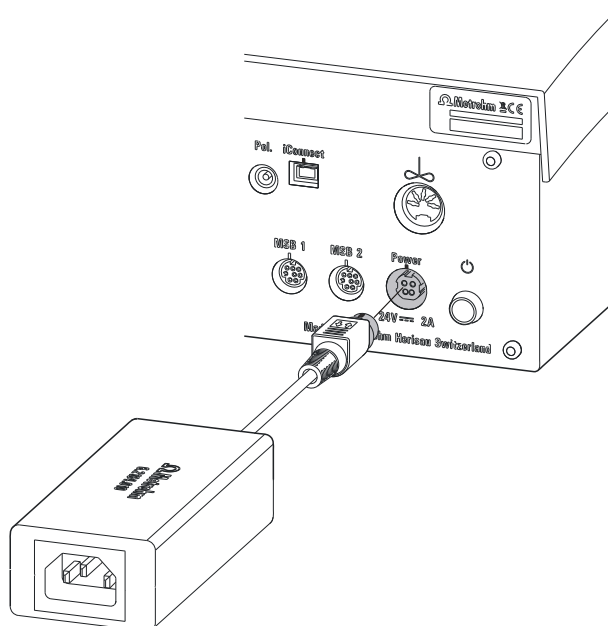

图3 连接供电单元
- 1 将外接供电单元的插头与 Ti-Touch 的电源接线盒相连（参见图 3，第 11 页）。